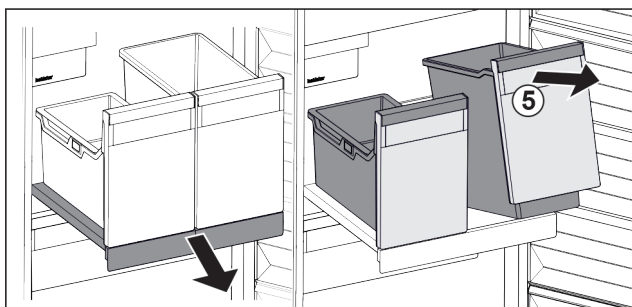

Fig. 84
- ▶ Lyft behållaren Fig. 84 (5) framtill.